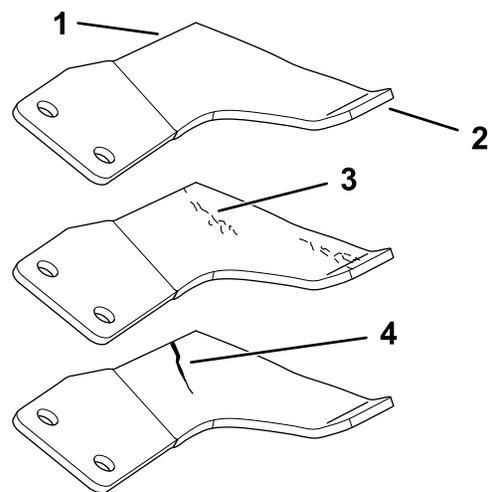

図 103
- 刃先の部分を点検する 図 103。
- ひび、磨耗、割れの発生などがあれば、直ちに新しいブレードに交換する 図 103。